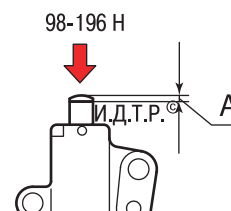

Рис. 5.19. Проверка рабочего хода штока натяжителя
21. Уприте корпус натяжителя в жесткую опору и надавите на шток с усилием 98–196 Н (рис. 5.19). Измерьте ход штока **А**. Ход штока исправного натяжителя должен быть не более 1 мм. Эту проверку можно выполнить с помощью тисков. Если шток легко утапливается, замените натяжитель. Если сжатие требует значительных усилий, автоматический натяжитель исправен.